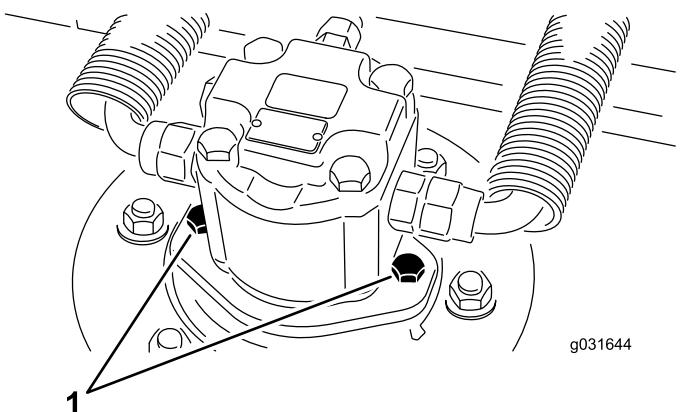

Figura 69
2. Retire os parafusos de montagem do motor hidráulico e desligue e retire o motor hidráulico da unidade de corte (Figura 69).
- Utilizando os parafusos de montagem do motor hidráulico, instale o motor hidráulico na unidade de corte (Figura 69).